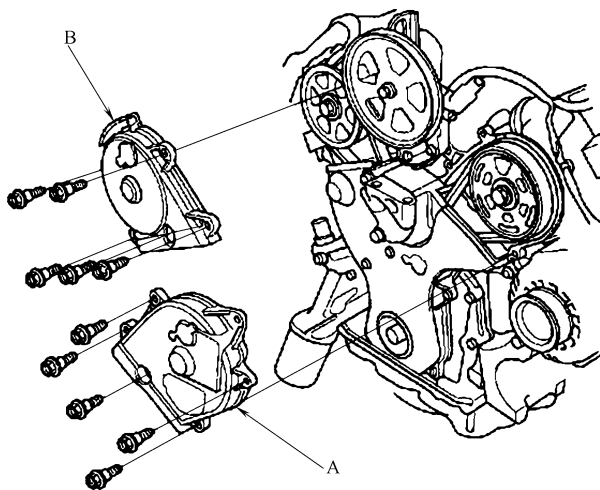

图 23-26 正时带前部上盖 A 和后部上盖 B
- 7) 拆卸正时带前部上盖 A 和后部上盖 B (图 23-26)。